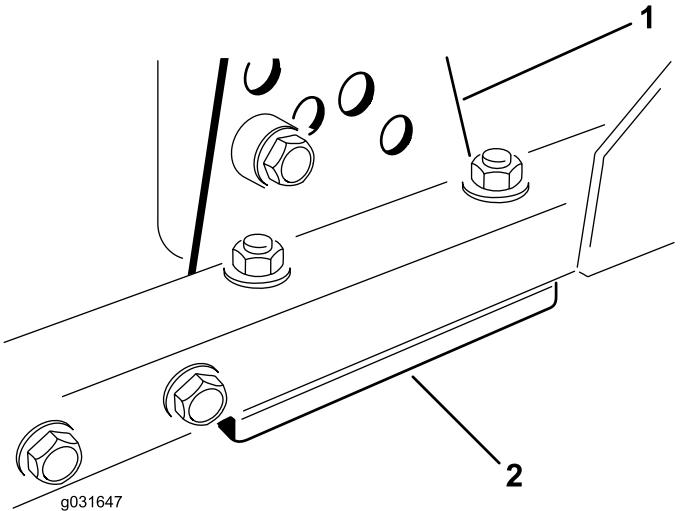

Рисунок 70
- Снимите кронштейн высоты скашивания (передний, левый или правый) с рамы деки (Рисунок 70).
- Установите регулировочные прокладки толщиной 1,5 мм и/или 0,7 мм между рамой деки и кронштейном, чтобы получить необходимую настройку высоты (Рисунок 70).
- Установите кронштейн высоты скашивания на раму деки, используя оставшиеся прокладки, установленные под кронштейном высоты скашивания (Рисунок 70).